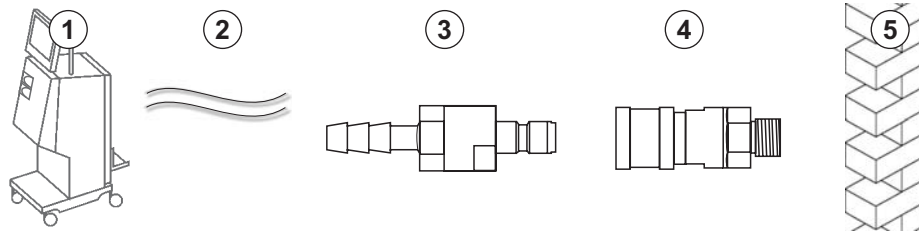

Fig. 4-6 Scarico dialisato con connettori Aquaboss
- 1 raccordo filettato maschio di chiusura (Fig. 4-6 , ③ ), materiale EPDM 1.4571
- 1 connettore femmina per tubi ( ④ ), diametro interno del tubo flessibile 9 mm, materiale EPDM 1.4571
1. Collegare il tubo ② all'apparecchiatura e fissarlo con una fascetta o una fascetta a orecchio singolo.
2. Collegare al tubo il raccordo filettato maschio di chiusura ③ e fissarlo con una fascetta o una fascetta a orecchio singolo.
3. Collegare il raccordo filettato maschio di chiusura ③ al connettore femmina per tubi ④ fissato alla parete.